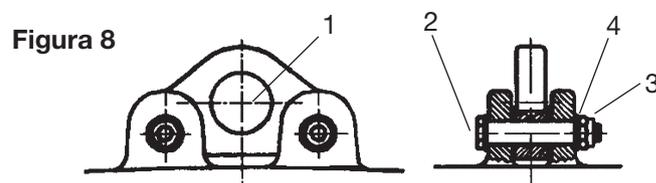

Figura 8
Consulte la Figura 8. El ojal de suspensión (1) está instalado en la parte superior de la carcasa del polipasto de cadena por medio de dos pernos prisioneros (2) montados en las cuatro orejas proporcionadas. Cada perno prisionero es asegurado con tuercas de compresión (3). Se debe colocar una arandela (4) debajo de la cabeza del perno y de la tuerca. Los ajustes de par de apriete para las tuercas (3) son proporcionados en la Tabla 3.2.3. También se deberían asegurar las tuercas con bloqueador de roscas LOCTITE 243.